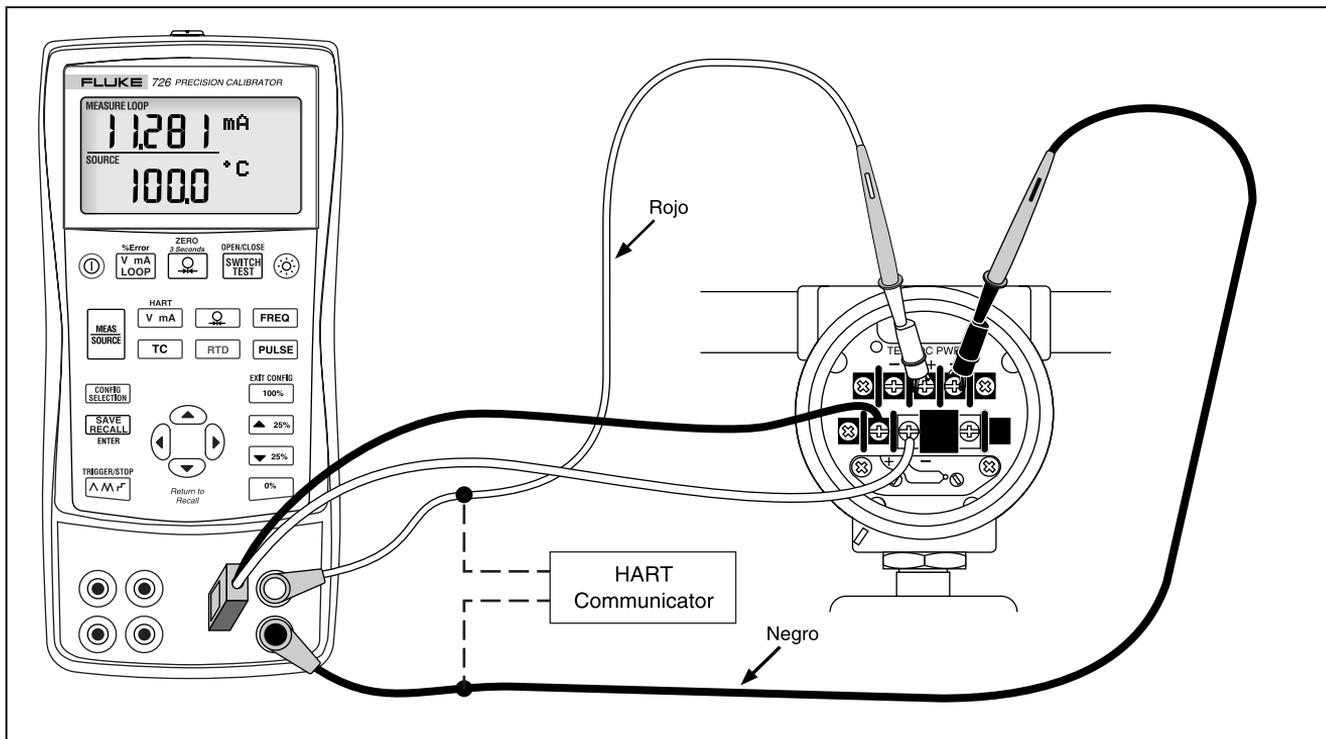

Figura 20. Calibración de un transmisor de termopar
1. Conecte el calibrador al instrumento sometido a prueba tal como se muestra en la figura 20.